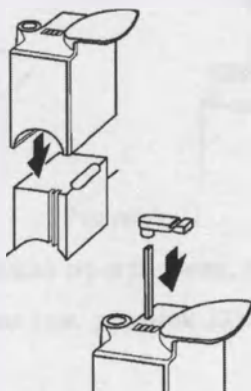

Рисунок 18
8.1.1.1 Прикрепите упор для подбородка к держателю (см. рисунок 18).